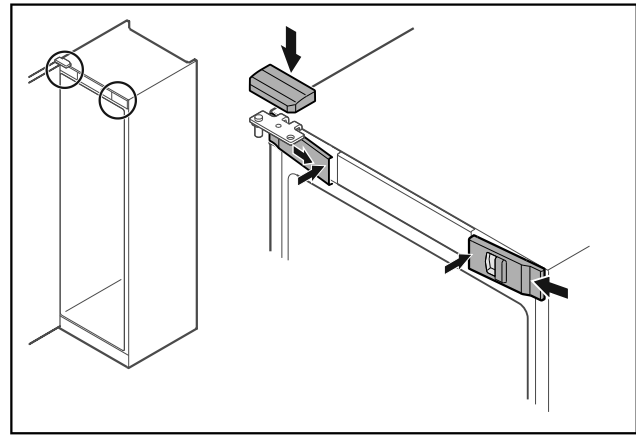

Fig. 46 *
- Skyv de fremre dekslene Fig. 46 (1) inn på siden, og smekk dem på plass på innsiden.*
- Smekk det øvre dekselet Fig. 46 (2) på plass ovenfra.*